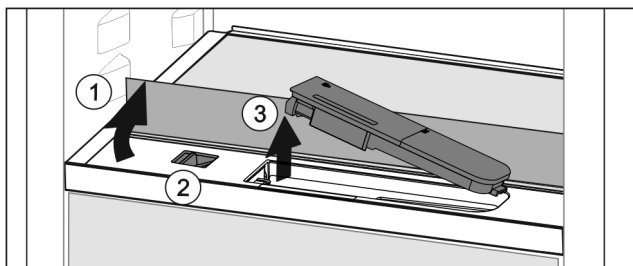

Fig. 127
- ▶ Podnieść płytę szklaną i złożyć ją z powrotem, aż do oporu Fig. 127 (1).
- ▶ Przesunąć suwak Fig. 127 (2) w lewo.
- ▶ Wymówienie zbiornika wody Fig. 127 (3).